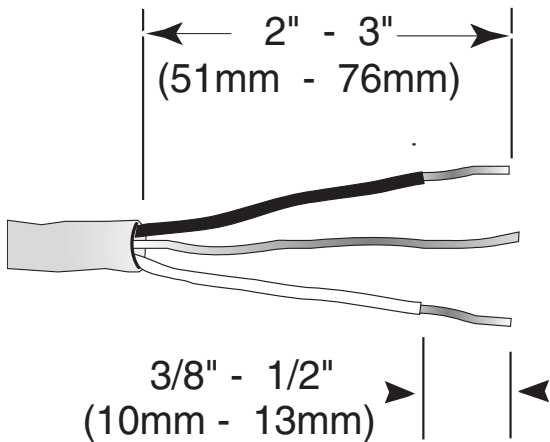

Figure 10
2. Enlever 2 à 3 po (51 à 76 mm) de la gaine extérieure du câble d'alimentation résidentiel ou in-situ comme indiqué sur la **Figure 10**. Enlever $\frac{3}{8}$ à $\frac{1}{2}$ po (10 à 13 mm) de l'isolant de chaque fil comme indiqué sur la **Figure 10**.